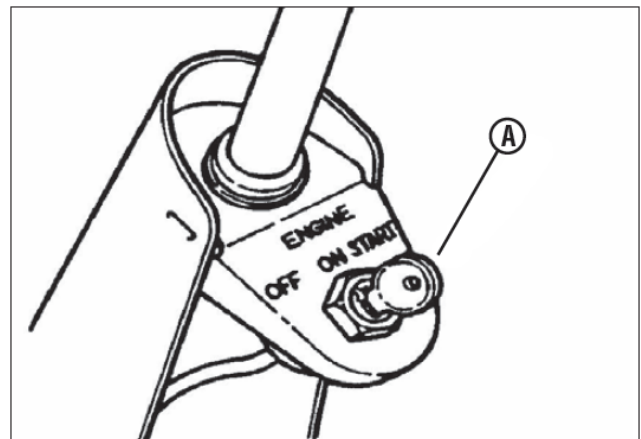

Рис. 7. Ключ зажигания
6. Поверните ключ в замке зажигания (А, рис. 7) в положение START (ПУСК), чтобы запустить двигатель.